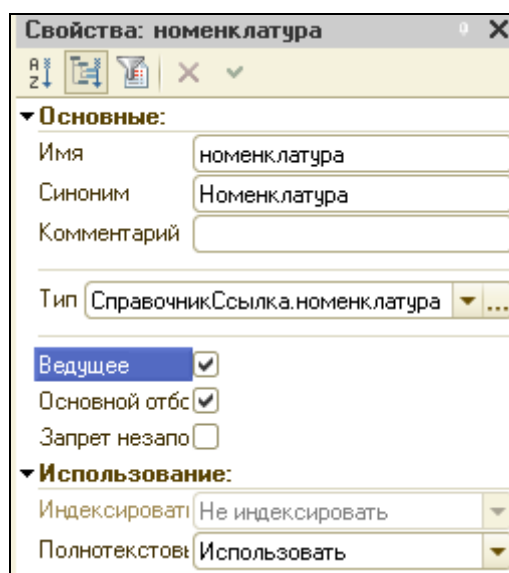

Рисунок 3.14 Свойства измерения номенклатура
4. Перейти на закладку **Данные**. Создать измерение **Номенклатура** с типом **СправочникСсылка.Номенклаиура**. настроить его свойства (рис.3.14).